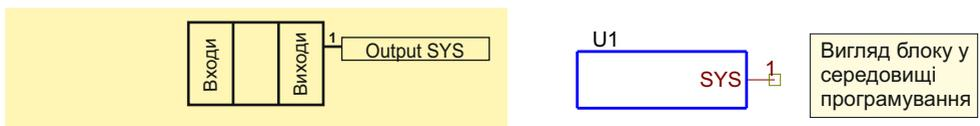

Рис. 17 Структура функціонального блока "Системне скидання"
1.21 Блок **Системне скидання** не містить входів, а має 1 вихід для зв'язку з будь-яким блоком схеми (Рис. 17):